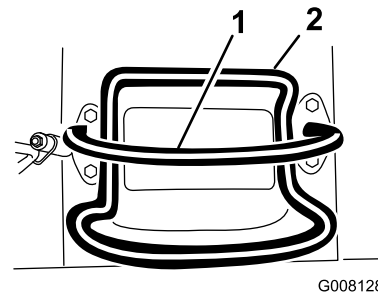
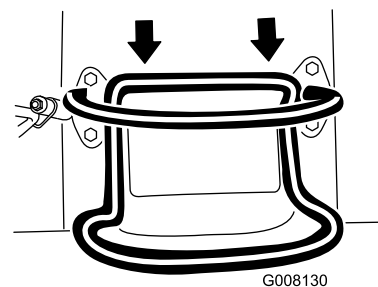

Figura 7
Figura 9
- Para desplazarse hacia atrás, mueva el control de tracción hacia atrás (Figura 9). **Mientras conduzca en marcha atrás, mire hacia atrás para asegurarse de que el camino está despejado, y mantenga ambas manos en la barra de referencia (Figura 7).**
- Para detenerse, suelte el control de tracción (Figura 7).